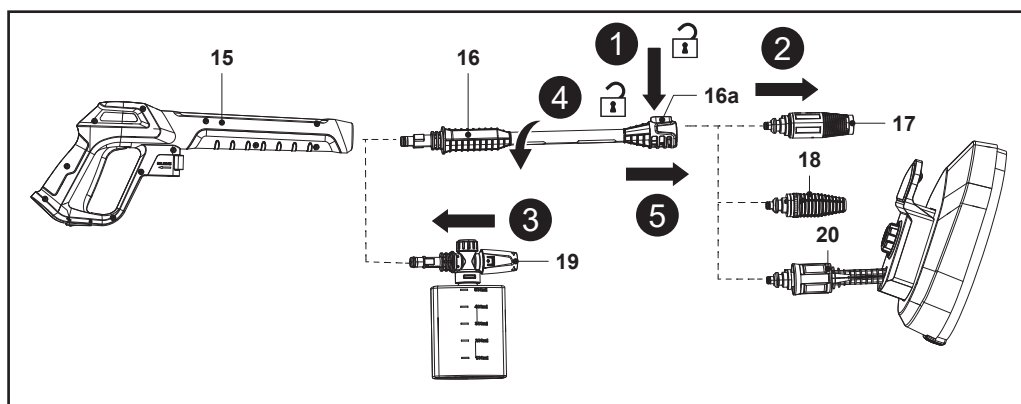

Fig. 4
**i** **NOTA:** Cuando dos componentes están conectados de forma correcta, no es posible desconectarlos simplemente tirando de ellos. Todos los accesorios de la pistola pulverizadora deben insertarse en la pistola pulverizadora (15) para un uso adecuado.
4. Para desconectar la boquilla, pulse el botón de bloqueo (16a) mientras la sujeta en su sitio; a continuación, tire de la boquilla hacia fuera (Fig. 4, pasos 1 y 2). Vuelva a instalar la boquilla que necesite.
5. Para desconectar la lanza de prolongación (16) o la boquilla de la botella de detergente (19), presione la lanza de prolongación (16) y gírela hacia la izquierda para extraerla (Fig. 4, pasos 3, 4 y 5). Vuelva a instalar el accesorio de pistola pulverizadora que necesite.